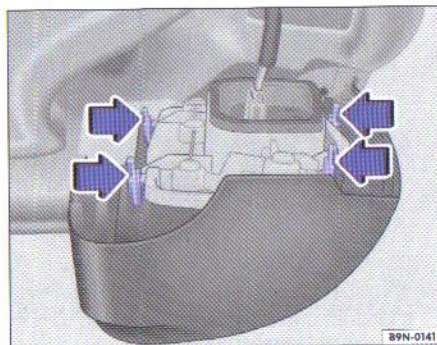

Fig. 36 Suportul becului în caroserie
- Apăsăți urechea în sensul indicat de săgeată ⇒ fig. 36, și scoateți ecranul de difuzare a luminii.